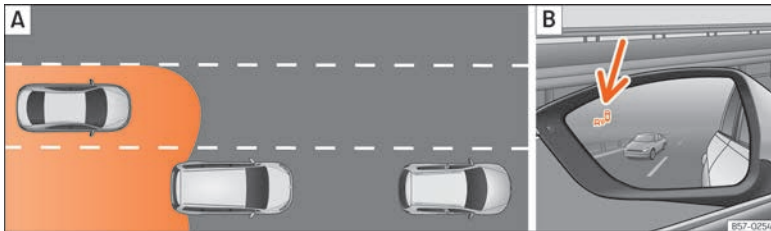

Abb. 242 Schematische Darstellung: **[A]** Überholvorgang mit Verkehr im hinteren Bereich. **[B]** Anzeige des Blind-Spot-Assistenten im Außenspiegel links.
Die Radarsensoren befinden sich links und rechts am hinteren Stoßfänger und sind von außen nicht sichtbar »» **Abb. 241**. Die Sensoren erfassen den Bereich des toten Winkels, sowie den hinter dem Fahrzeug erzeugten Verkehr »» **Abb. 242**, »» **Abb. 243**. Die Seitenbereiche umfassen etwas über eine Fahrbahnbreite.
In nachfolgenden Situation wird die Anzeige im Außenspiegel »» **Abb. 242 [B]** (Pfeil) oder »» **Abb. 243 [B]** (Pfeil) dargestellt:
- Bei einer Überholung durch ein anderes Fahrzeug »» **Abb. 242 [A]**.